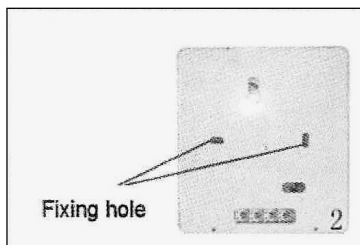

Figure 2
- Visser le panneau arrière sur le mur, noter de ne pas percer de trous sur le contrôleur : figure 2,